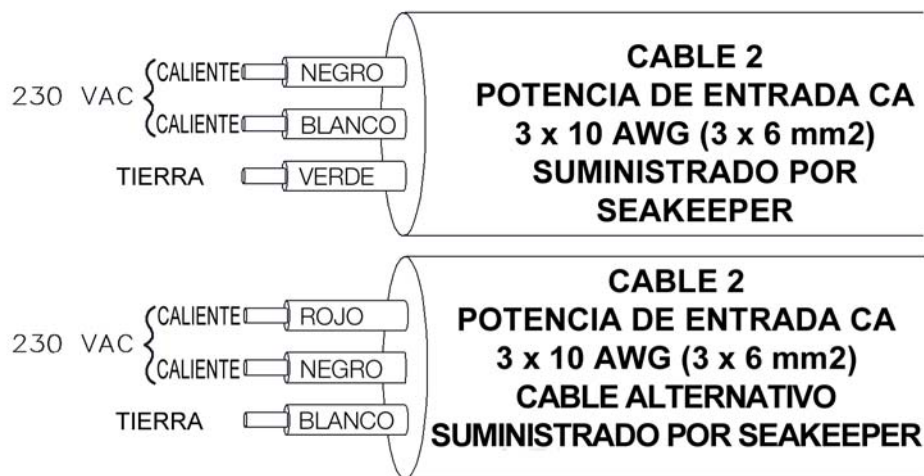

FIGURA 3 – CABLE PARA 2 CONEXIONES ALÁMBRICAS EN EL PANEL DE DISTRIBUCIÓN DE ENERGÍA CA
- iii. Conecte los cables de 230 V CA en el CABLE 2 a 20 A, el disyuntor bidireccional al panel de distribución a una energía CA según la Figura 3 a continuación.